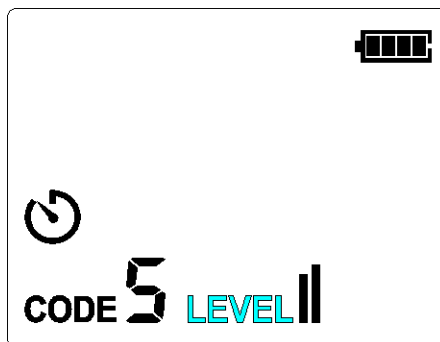

Figure 6.1.2b NIVEAU en augmentation/en diminution
3. Lorsque le symbole LEVEL clignote, appuyez brièvement sur les boutons HAUT/BAS pour régler le niveau sur III, II ou I. Le niveau par défaut est III. Comme le montre la figure 6.1.2b